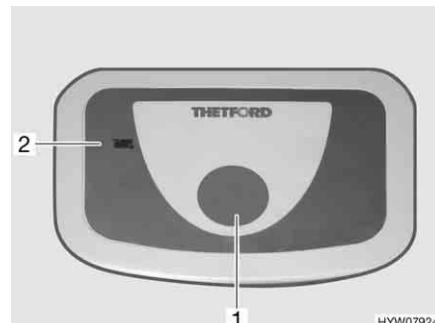

Fig. 156 Pulsante dello sciacquone/spia di controllo toilette Thetford HYW07924
- Per sciacquare premere il pulsante blu (Fig. 156,1).
La spia di controllo (Fig. 156,2) si accende quando il serbatoio fecale deve essere svuotato.